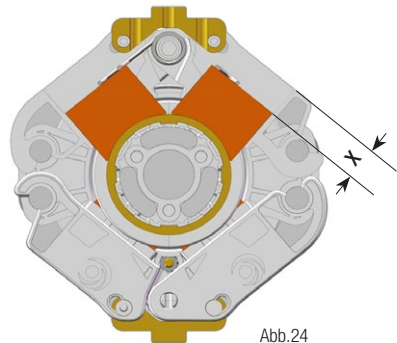

Abb.24
- Abnutzung der Stromabnehmer kontrollieren: Wenn $X \geq 20$ mm, austauschen (Abb. 24).